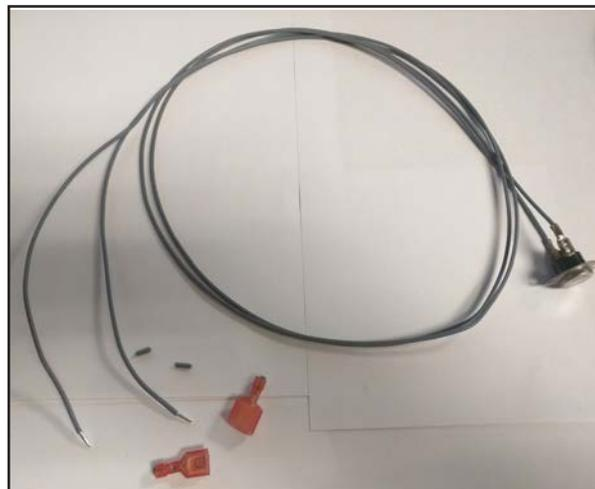

Figure 50: **Modification de l'interrupteur de déversement**
**Étape 1:** Coupez les connecteurs à une extrémité des fils. Notez que l'interrupteur de déversement n'a pas besoin d'être retiré de l'adaptateur de coupe-tirage pour cette modification (Figure 50).